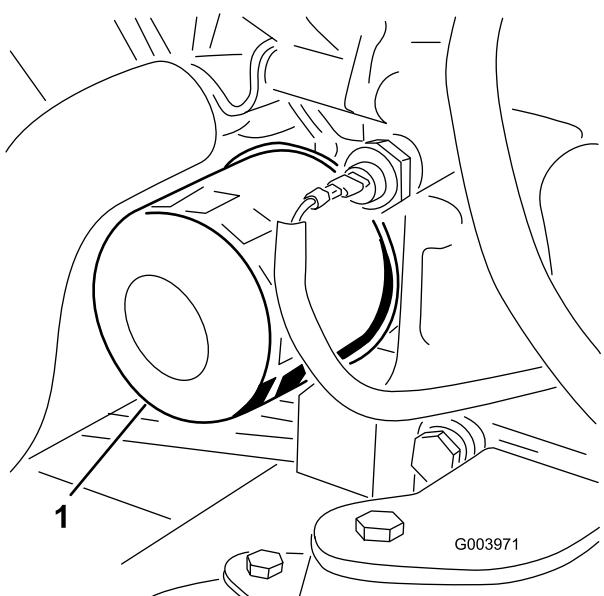

Рисунок 53
- Снимите масляный фильтр (Рисунок 53).